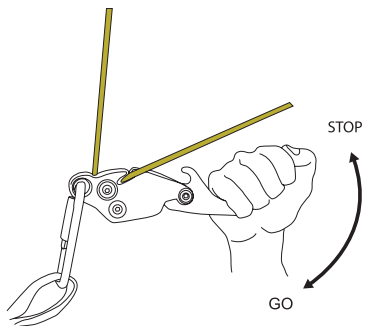
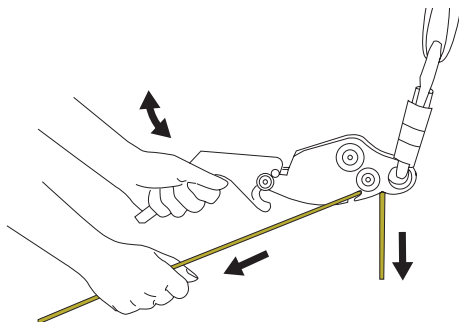

Bild 3B
Bild 7
7. Du reglerar nedfibringshastigheten genom att hålla ena handen på handtaget och andra handen på linan under bromsen. Starta med linan vinklad nedåt från spåret såsom visas i bild 3B. Om handtaget trycks nedåt ökar hastigheten. Om handtaget dras uppåt eller släpps avbryts nedfibringen. Öka eller minska friktionen genom att låta linan löpa in i eller bort från den smala delen av spåret. Håll alltid i linan med ena handen så att nedfibringen blir kontrollerad.
8. Du reglerar nedfiringens hastighet genom att hålla ena handen på handtaget och andra handen på linan under bromsen. Börja med linan i vinkel ut från spåret. Se till att nedfiringsbromsen är upp och nedvänd. Starta nedfiringen genom att dra handtaget uppåt (bild 7). Tryck ned eller släpp handtaget om du vill avbryta nedfiringen. Öka eller minska friktionen genom att låta linan löpa in i eller bort från den smala delen av spåret (se bild 3B). Håll alltid i linan under bromsen med ena handen så att nedfiringen blir mer kontrollerad.